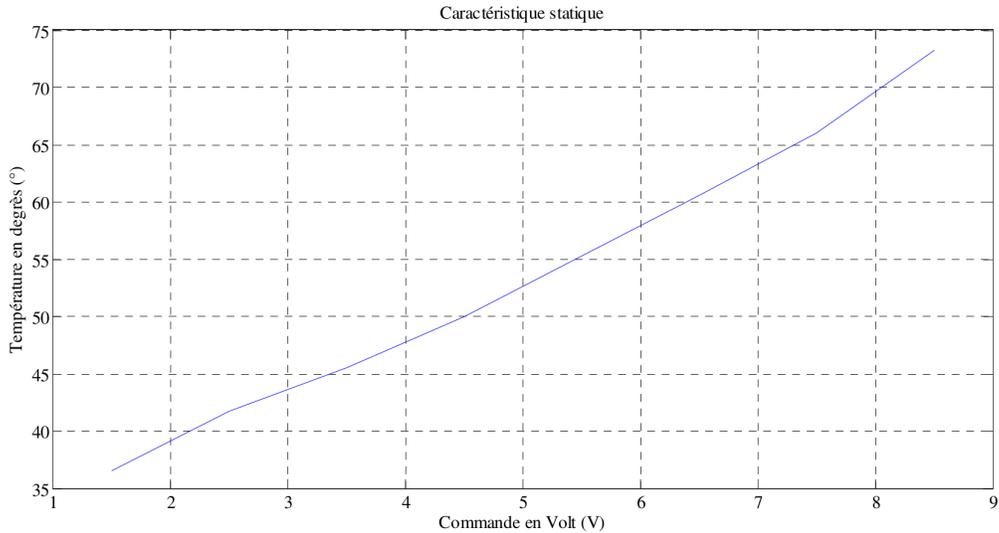

FIGURE IV.1 – Caractéristique statique pour le système en température
Un suivi de profil sera envisagé autour de  $40^{\circ}$ , température que l'on va qualifier de température de de fonctionnement  $Y_0$ . Afin de vérifier la linéarité de procédé, nous avons déterminé sa caractéristique statique (figure IV.1).
- 1) D'après la figure IV.1, quelle tension  $U_0$  devons nous envoyer pour obtenir une température de  $40^\circ$  ?